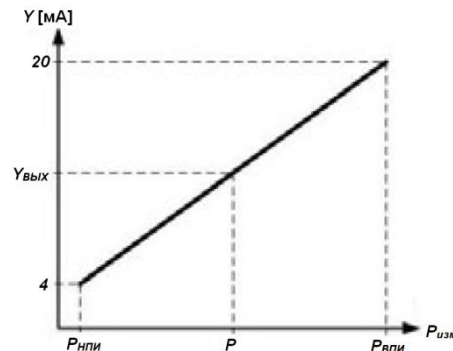

Рисунок 5. Характеристика изменения выходного сигнала тока ($Y_{\text{вых}}$) от входного давления (P).
2.7. В процессе эксплуатации прибор обеспечивает линейно-возрастающую характеристику связи выходного сигнала с измеренным давлением (P) (рис. 5). Определяется текущее значение выходного тока $Y_{\text{вых}}$ [mA] из формулы: